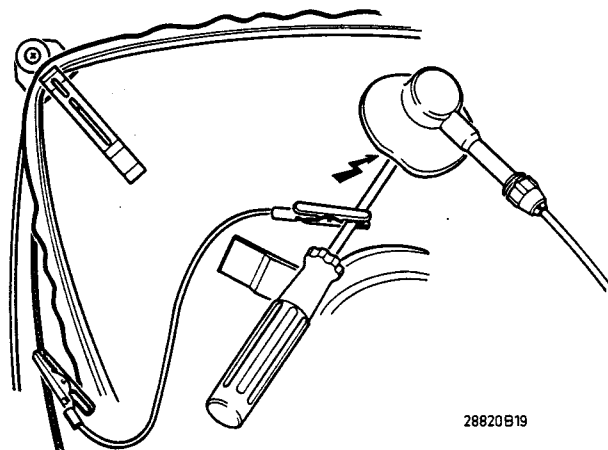

Fig. 2
- c. Das Oszilloscope anschliessen an den Anschlusspunkt 16 des IC7260. Die Helligkeitseinstellung so vornehmen, dass der Pegel des schwarzen Balkens im Videosignal auf 2,7 V liegt (siehe Bild 2).